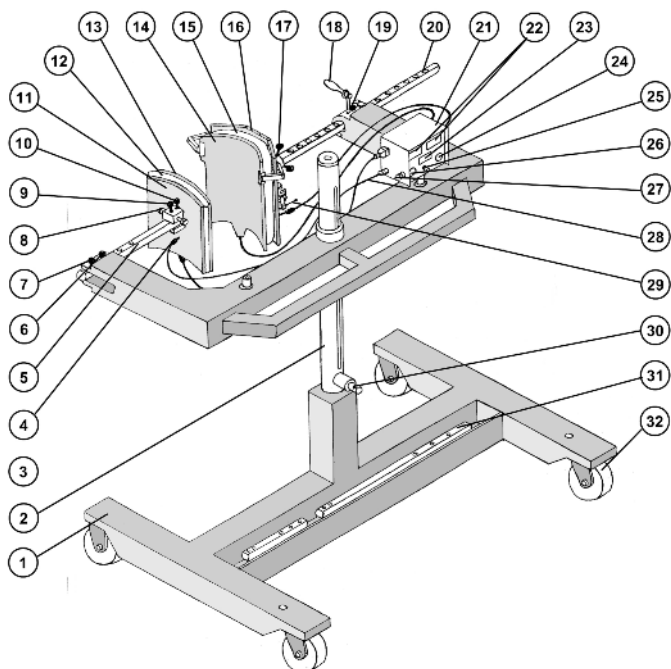

рис. 1
5.2 Собрать вулканизатор согласно рис.1.
- Вставив рукоятку в адаптер 30 (см. рис.1) или используя электродрель со специальной насадкой установить скобу 3 вулканизатора по центру шины.